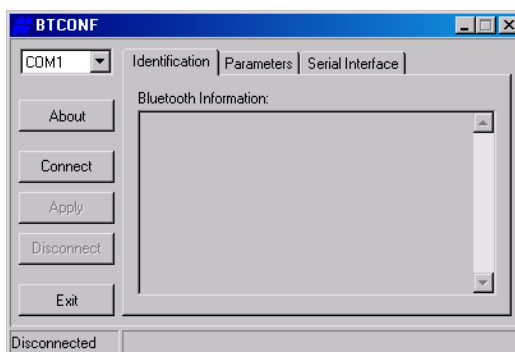

Figura 2-23. Pantalla principal de configuración del módulo Bluetooth
2. Ejecute el programa de configuración del módulo Bluetooth (Btconf.exe) (Figura 2-23).